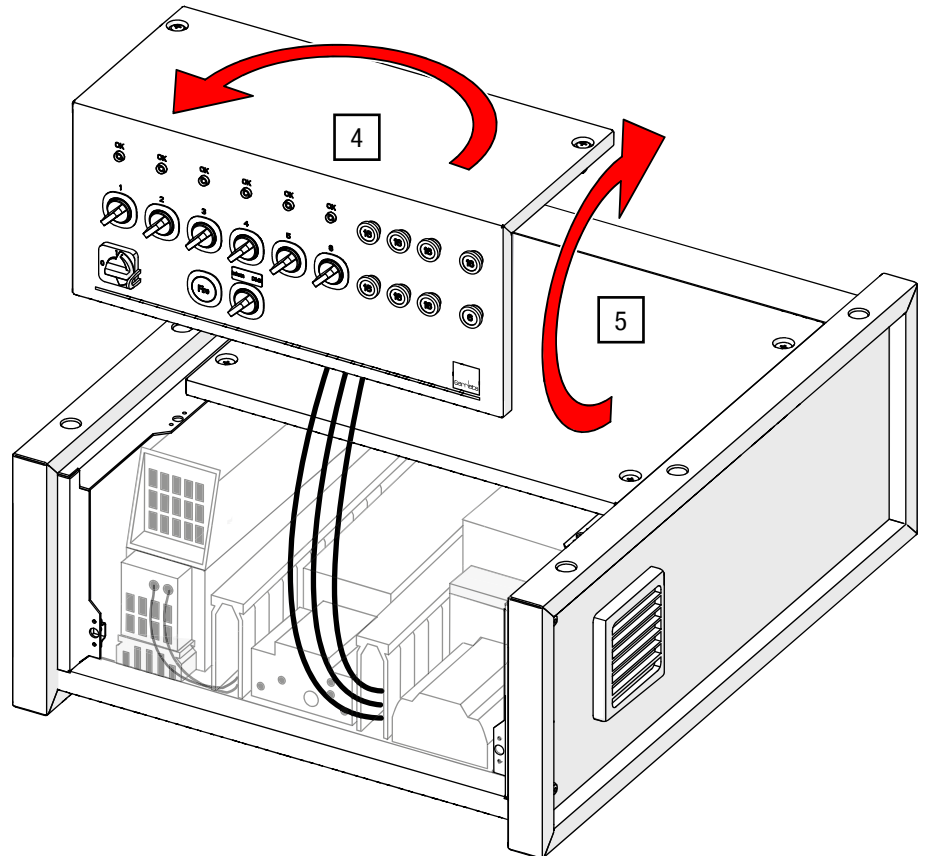
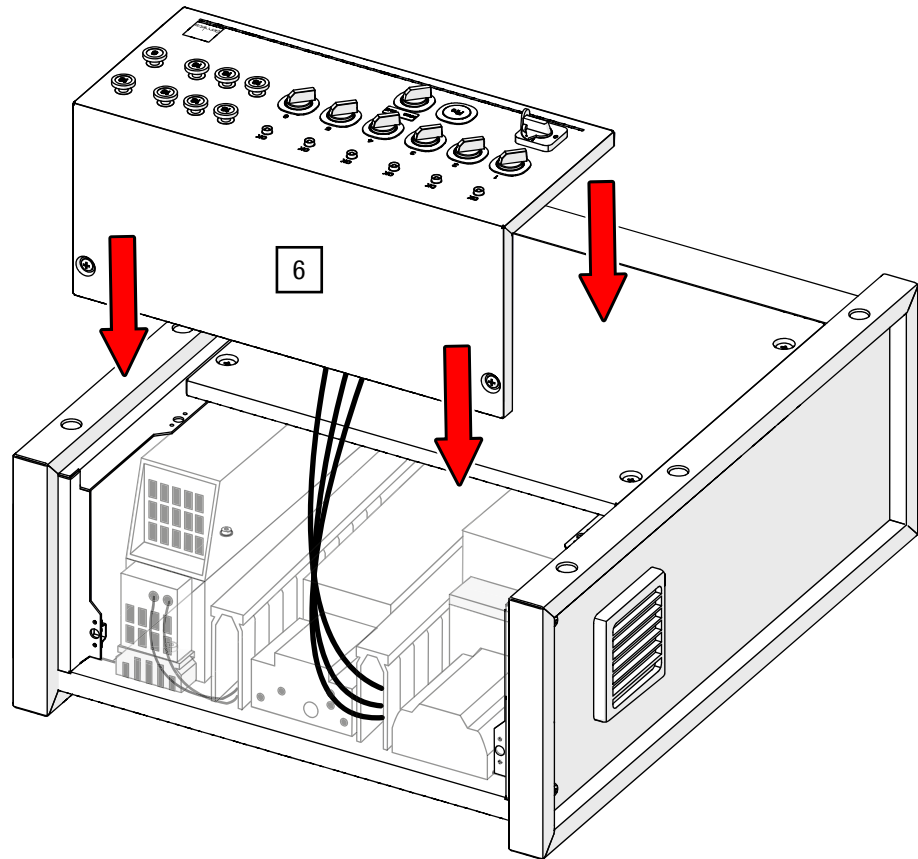

Abb. 17: Gelöstes Steuerungsterminal drehen (Steuerungsmodell kann abweichen)
Abb. 18: Terminal einsetzen (Steuerungsmodell kann abweichen)
- Gelöstes Bedienfeld positionieren 4. u. 5. Drehen Sie das Bedienfeld um 180° und kippen es anschließend um 90°, sodass es der Orientierung aus Abb. 18 entspricht (siehe Abb. 17).
6. Setzen Sie das Bedienfeld wieder auf das Steuerungsgehäuse (siehe Abb. 18).